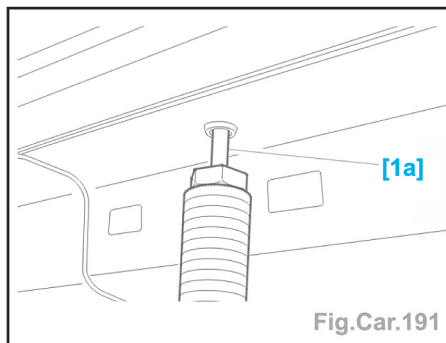

Fig.Car.191
- Le poinçon [1a] de l'outil [1] orienté vers le dessous du pavillon (Fig.Car.191).